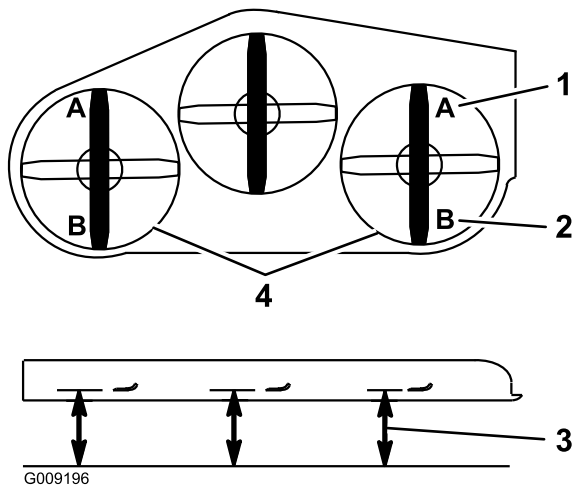

**Figura 93**
5. Empuje el pedal de elevación de la carcasa hacia delante del todo, hasta que la carcasa se enganche en la posición de transporte de 14 cm (Figura 93).